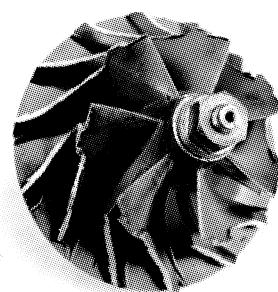

图 3 被壳体刮蹭后的压气机叶轮
(2) 轴承损坏使叶轮外弧与壳体间隙消失，发生摩擦；
(3) 增压器转子发生不平衡，导致两轮与壳体发生刮蹭，见图 3。